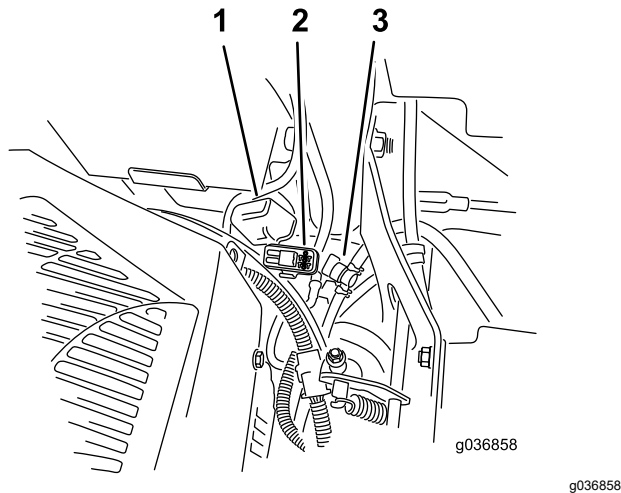

Figura 54
Nota: Para máquinas MyRide, certifique-se de que o cabo de ligação à terra não roça contra o braço do atrelado ou montagem do amortecedor inferior (Figura 54).
Os fusíveis encontram-se no lado direito da consola perto do banco (**Figura 54**).
2. Instale um novo fusível (**Figura 54**).